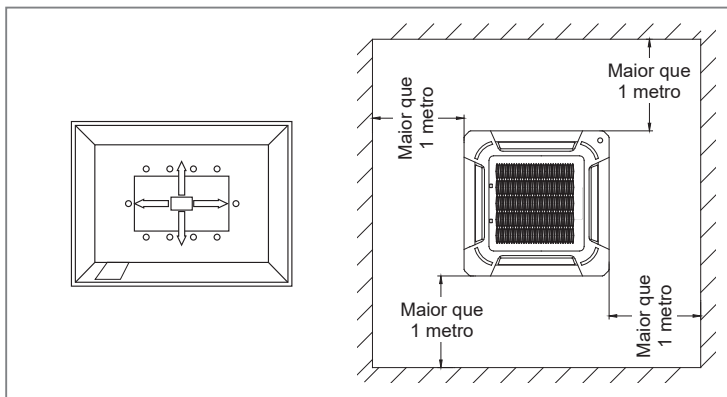

FIG. 11 - EXEMPLO DE UNID. EVAPORADORA EM AMBIENTE CORPORATIVO
- i. Procure instalar a unidade em uma posição mais centralizada no ambiente (fig. 11), obtendo assim a melhor distribuição de ar; porém, caso haja necessidade, esta pode ser instalada em um dos cantos.